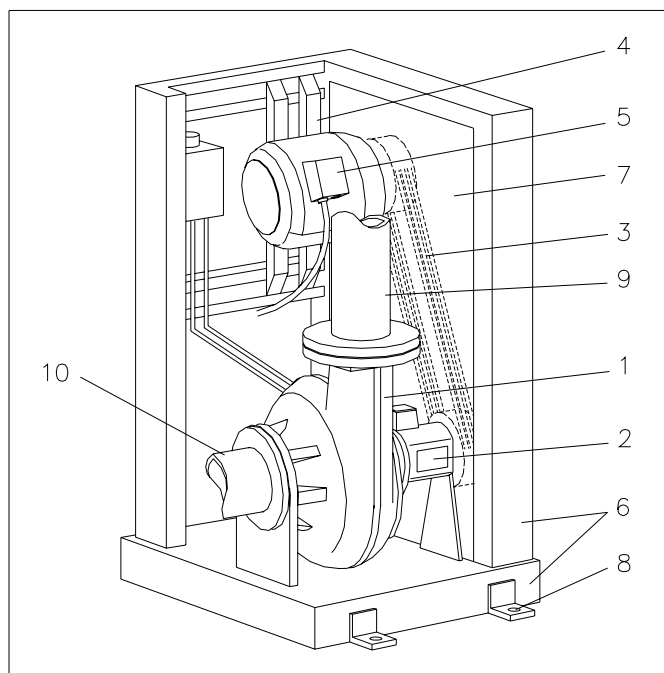

Fig. 7.5
Entraînement par courroies trapézoïdales avec moteur placé en hauteur et cadre (Voyez Figure 7.5)
- le pied est fixé à la fondation au moyen des 4 trous de fixation (voyez Figure 7.5, poste 8)